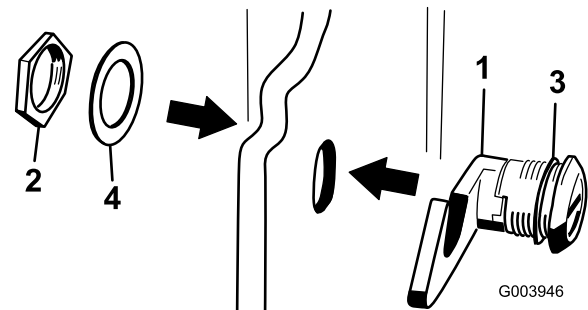

Figura 16
3. Togliete il dado dal gruppo fermo del cofano (Figura 16).